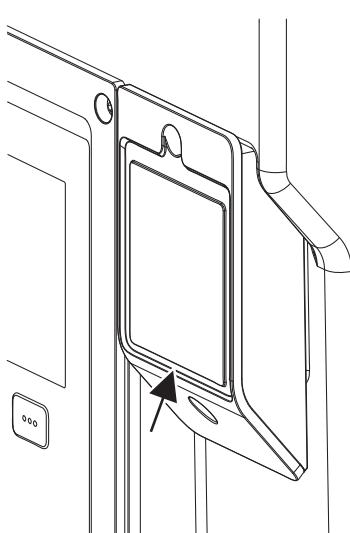

Fig. 28: Капак за модул Wilo-Smart Connect Modul BT
- Развийте винта на капака на модула Wilo-Smart Connect (Fig. 28) и отворете капака.
Въз основа на конструкцията модулът Wilo-Smart Connect Modul BT може да се поставя само в една посока. Друго фиксиране на модула не е възможно. Капакът на модула на Wilo-Smart Connect (Fig. 28) върху горната част на електронния модул придържа модула в интерфейса.